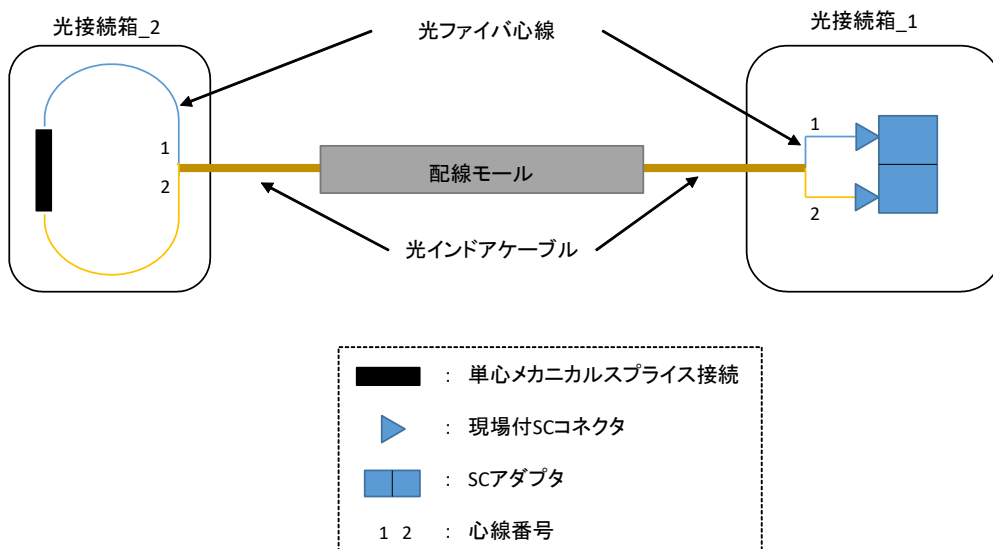

図 2 光ファイバ心線接続図
- ・ 光接続箱_1 で、光インドアケーブル端を約 1m 口出し、図 2 に従って SC コネクタを成端シアダプタに接続すること。アダプタは所定の場所に固定する。
- ・ 光接続箱_2 で、光インドアケーブル端を約 1m 口出し、図 2 に従って心線を接続し収納する。